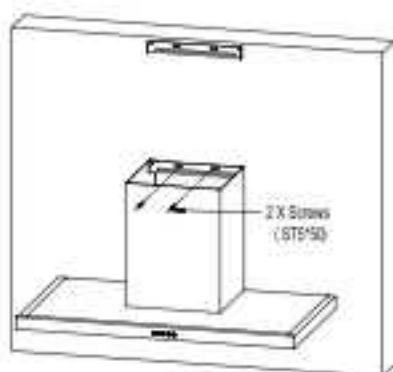

Fig.7
- Después de conectar correctamente la tubería, fije el plato de instalación de la chimenea para evitar que la campana de la cocina se deslice accidentalmente fuera de la placa de instalación. Mire Fig.7